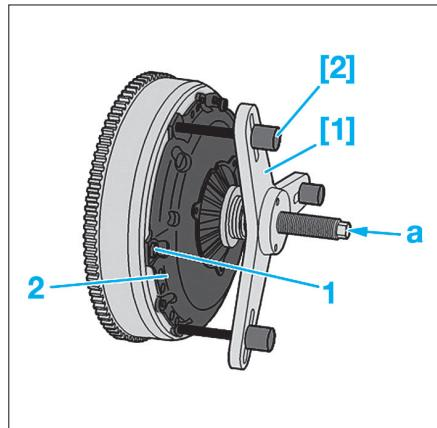

Fig. 1
- Déposer 3 vis (1) (Fig.1).
- Placer les outils [1] et [2], (Fig.1).
- Compresser le mécanisme (2) en agissant sur la vis centrale de l'outil [1] en "a".
- Reposer le mécanisme (2) (Fig.1).
- Positionner les outils [1] et [2] sur le mécanisme d'embrayage (2).
- Visser les 3 tiges de maintien [2] en lieu et place des vis (1).
- Reposer les 3 vis (1), puis les serrer à  $2 \pm 0,2$  daN.m.
- Dévisser la vis "a" de l'outil [1] de quelques tours pour détendre le mécanisme d'embrayage (2).
- Poser les vis (1) restantes puis serrer à  $2 \pm 0,2$  daN.m.